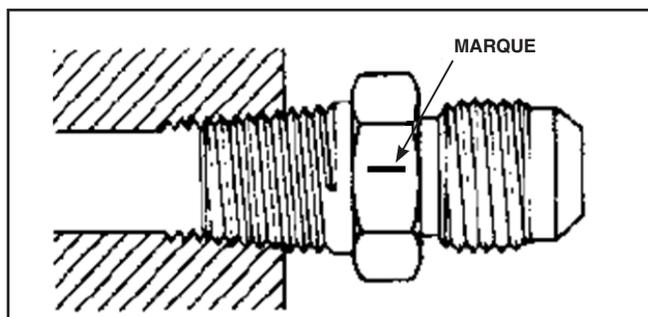

Figure 21 - Marque sur le raccord
6. Une fois le serrage à la main terminé, faire une marque sur la portion hexagonale, tel que montré en Figure 21. Ne pas utiliser de marque de couple jaune pour faire la marque.